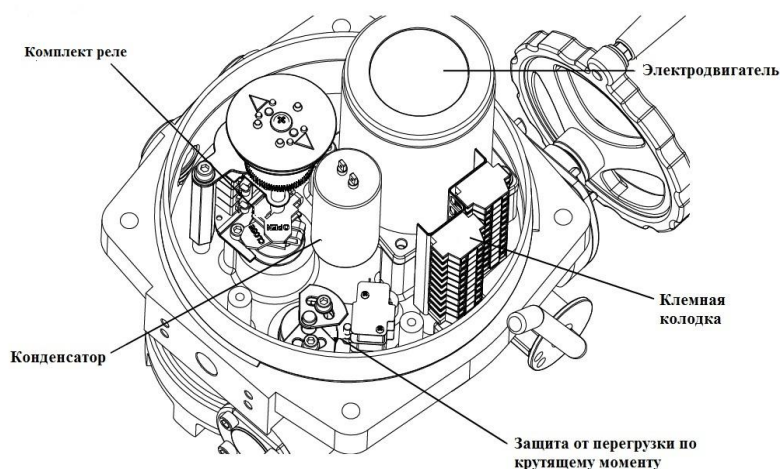

Рисунок 1 – Основные компоненты привода QT
4.3 При нахождении диска 4 (Приложение А) в промежуточном положении (между положениями «Закрыт» – «Открыт») оба реле (рисунок 1) находятся в выключенном состоянии. При нахождении диска затвора в крайних положениях («Закрыт» – «Открыт») эксцентрический кулачек воздействует на одно из реле и формируется сигнал о положении затвора «Затвор закрыт» или «Затвор открыт» с помощью замыкания нормально разомкнутых «сухих» контактов реле. Допускается местная регулировка эксцентрических кулачков.